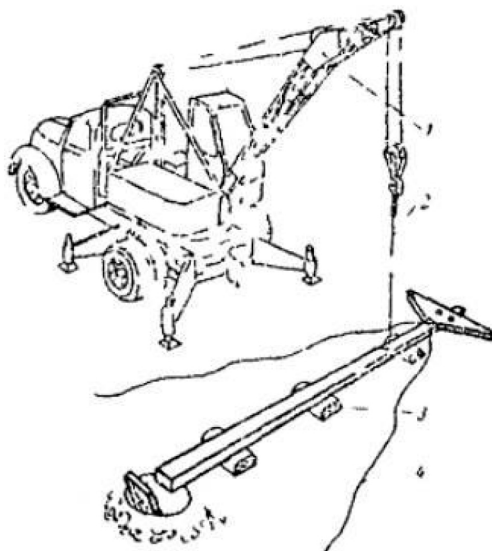

Рис. 6. Подъем железобетонной опоры автокраном:
- опору стропуют (см. рис. 6) и закрепляют стропы на крюке кранового устройства бурильно-крановой машины или автокрана;